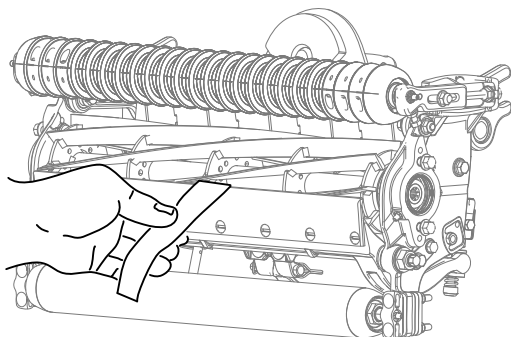

Figura 7
2. Verificate le prestazioni di taglio inserendo una lunga striscia di carta di verifica del taglio (n. cat. 125-5610) tra il cilindro e la controlama, perpendicolarmente alla controlama (Figura 7). Ruotate lentamente il cilindro in avanti; questa operazione dovrebbe tagliare la carta.